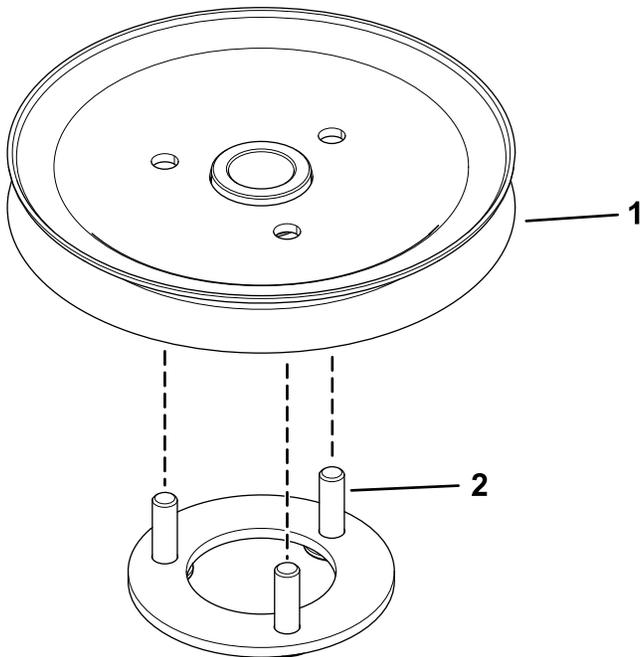

Figura 7
3. Inserte los espárragos de montaje de la placa de la polea en los taladros de la roldana (Figura 7).